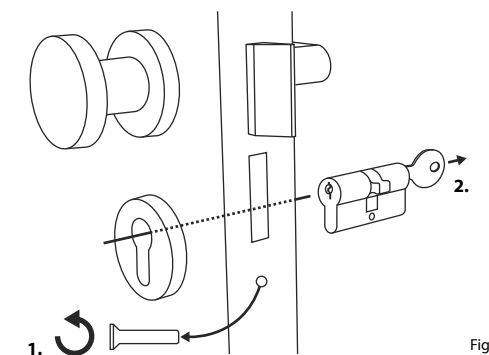

Fig. 1
① Rimuovere il cilindro della serratura della porta esistente allentando la vite del frontalino della porta ed estraendo il cilindro con la chiave inserita (Fig. 1).